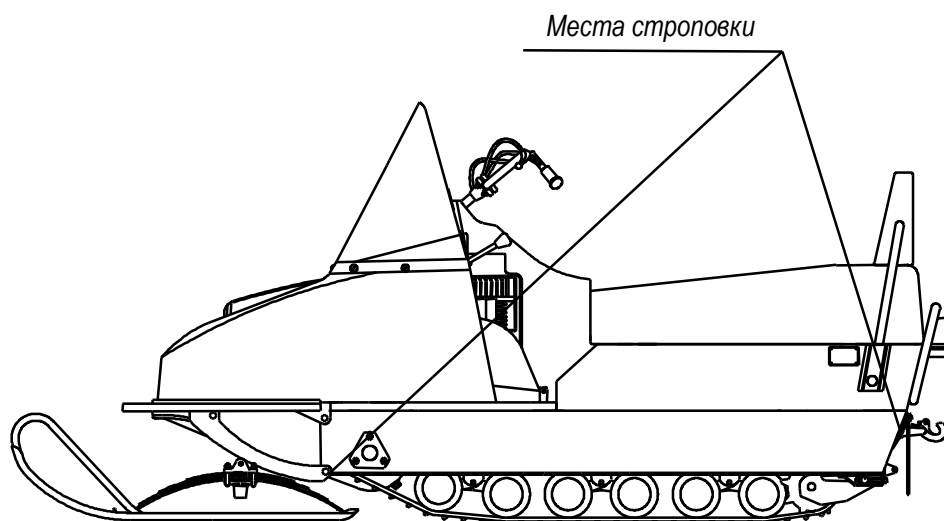

Рис. 15 – Схема строповки снегоходов БУРАН А, АЕ, АТЕ
- снегоходы БУРАН А, АЕ, АТЕ – за нижние передние уголки рамы и заднюю окантовку рамы (рис. 15);